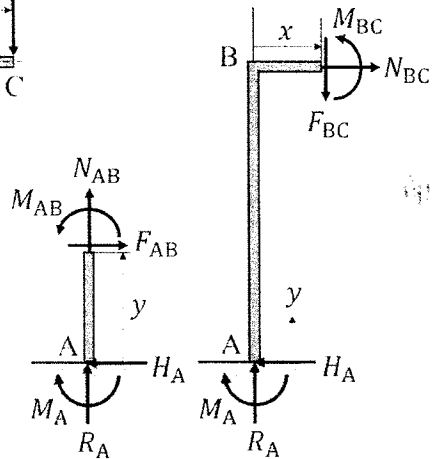

図2-2
- (2) AB 間の点 A から距離 y の横断面に作用する軸力 N_{AB} , せん断力 F_{AB} および曲げモーメント M_{AB} を求めなさい。また、BC 間の点 B から距離 x の横断面に作用する軸力 N_{BC} , せん断力 F_{BC} および曲げモーメント M_{BC} を求めなさい。ただし、軸力、せん断力および曲げモーメントの向きは図 2-2 に示す方向を正とすること。
- (3) 部材 ABC の BC 間が剛体、AB 間が縦弾性係数 E の材料で作られているとき、点 C の集中外力 P が作用する方向の変位 δ_1 を求めなさい。
- (4) 部材 ABC の AB 間、BC 間ともに縦弾性係数 E の材料で作られているとき、点 C の集中外力 P が作用する方向の変位 δ_2 を求めなさい。